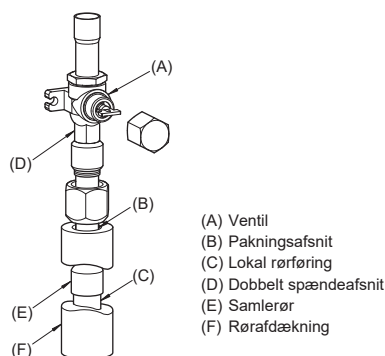

Fig. 4-3
(3) Følg nedenstående procedure for tilslutning af rør på gassiden. (Fig. 4-3)
- Lod samlerøret (E) på udendørsenheden vha. almindeligt loddemateriale og den lokale rørføring (C) uden oxygen.
- Forbind samlerøret (E) til ventilen på gassiden.